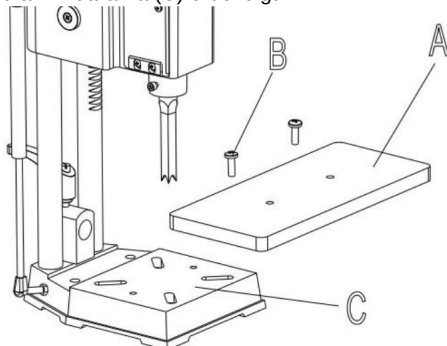

Fig. 6
1. Sätt ihop bordet (A) Fig. 6, till basen med hjälp av de två M6x1x35 mm platta huvudena skruvar (B) Sätt i de två skruvarna (B) i de två hålen (D) i tabell (A). Placera två T-muttrar (C) i skåror (E) i botten av basen och dra åt de två skruvarna (B) i de två T-muttrarna (C) ordentligt.
2. Bordet (A) Fig. 6, kan flyttas in eller ut genom att lossa de två skruvarna (B), och placera om bordet och sedan dra åt skruvarna (B).